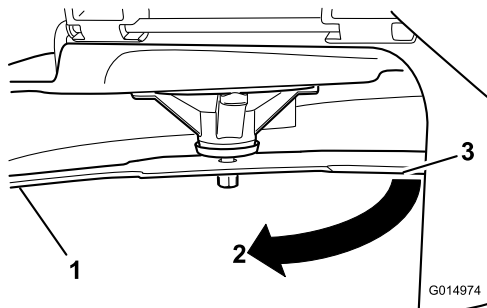

Figura 65
3. Seconda distanza misurata tra la lama e la superficie (B)
4. Ruotate la stessa lama di 180 gradi in modo che il tagliente opposto si trovi ora nella stessa posizione (**Figura 65**).